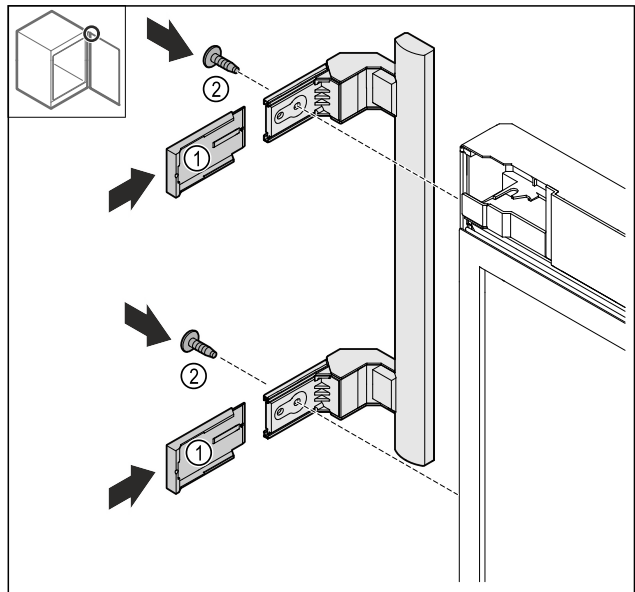

Fig. 25
- Abrir las cubiertas Fig. 25 (1) empujando.